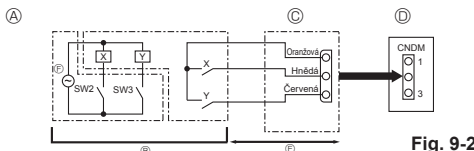

Fig. 9-2
9.2. Funkce aktivace dle poptávky (úprava na místě) (Fig. 9-2)